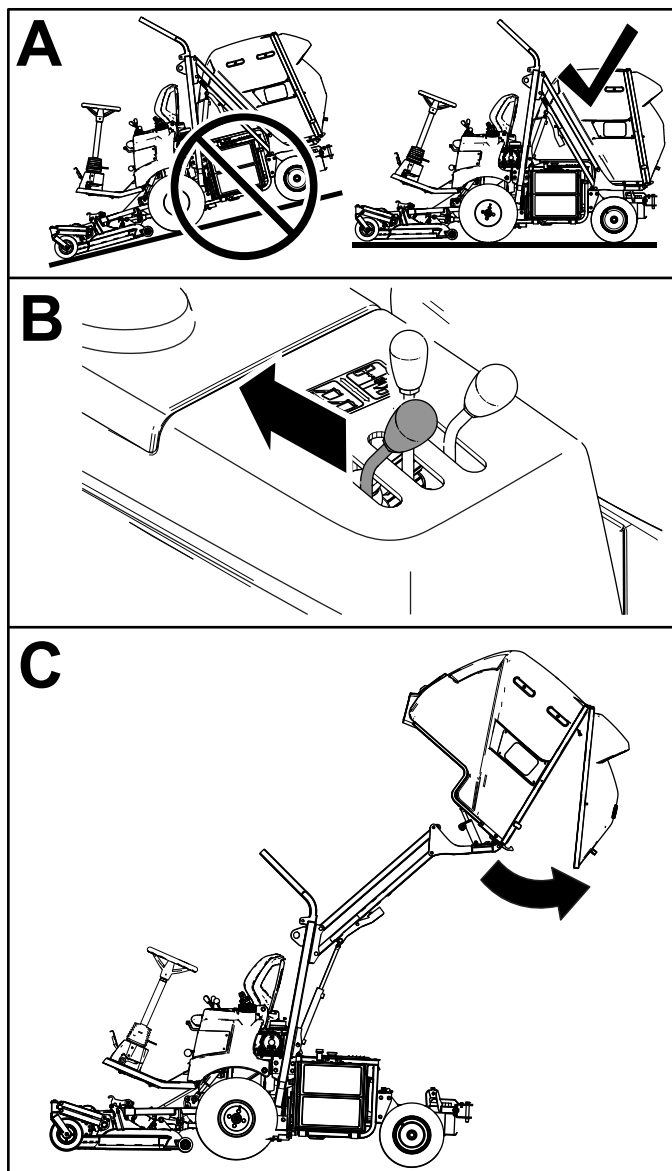

Bild 25
2. Stellen Sie den Entleerungshebel für die Fangbox nach hinten, um das Schnittgut aus der Fangbox auszukippen (Bild 25).